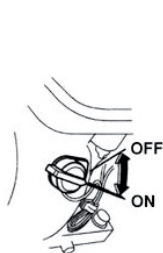

рис.4
Порядок запуска (рис.4, 5 и 6):
- перевести выключатель зажигания (рис.4) в положение „ON“ – включено;
- выключатель зажигания (рис.4) поставить в положение „OFF“ – выключено;